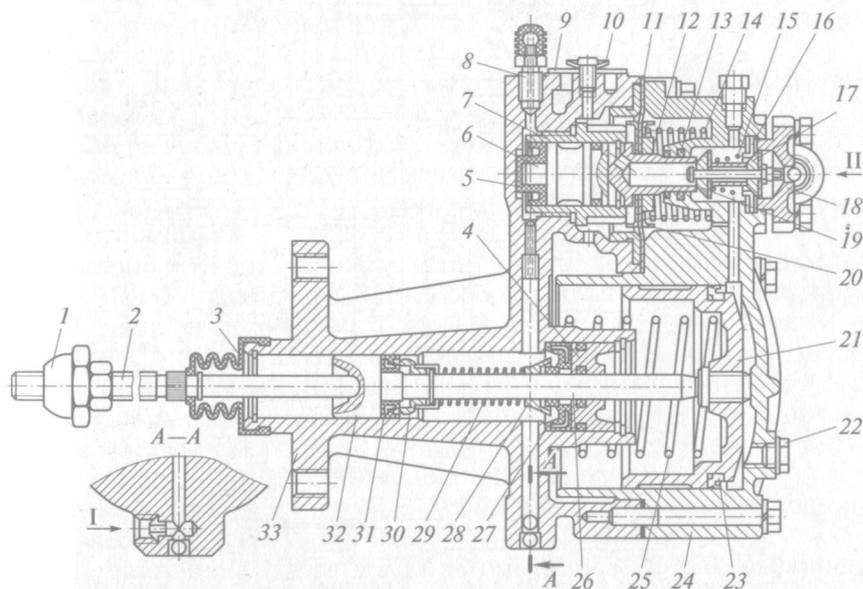

Рис. 2.5. Пневмогидравлический усилитель привода сцепления в автомобилях семейства КамАЗ:
11. Разобрать частично *пневмогидравлический усилитель (ПГУ) привода сцепления КамАЗ-5320* (для предварительного ознакомления с устройством использовать рис. 2.5):